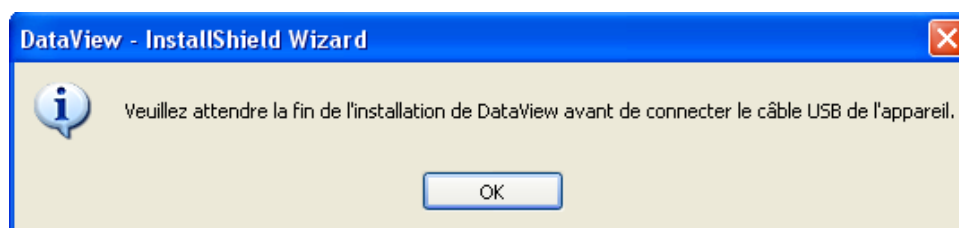

Figure 1-3
10. Si l'instrument choisi nécessite l'utilisation d'un port USB (c'est le cas, ici), une fenêtre d'informations identique à celle de la figure 1-3 peut apparaître.